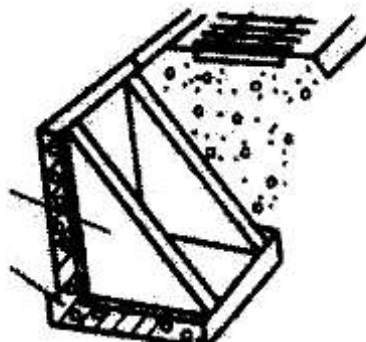

Рис. 55. Искусственное сооружение
**Текст задания:** Назовите, какое искусственное сооружение показано на рис. 55. Расскажите о его назначении, материале изготовления и опишите его основные части.